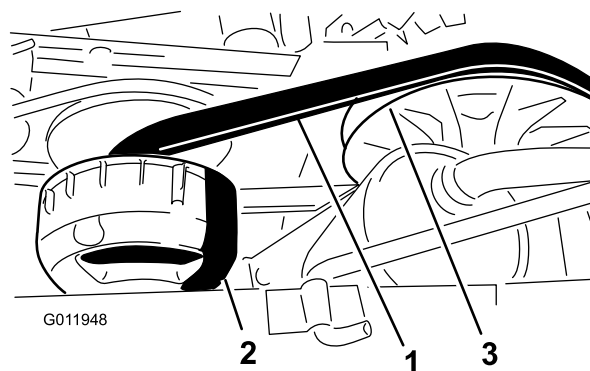

図 70
4. ベルト 図 70 を手で回転させながら、磨耗や破損がないかを点検する。
3. 2次クラッチを回しながら2次クラッチ部分でベルトを外す(図 70)。
4. 1次クラッチからベルトを外す (図 70)。
5. 新しいベルトを一次クラッチに掛ける 図 70。
6. 2次クラッチを回しながら2次クラッチ部分でベルトを外す(図 70)。